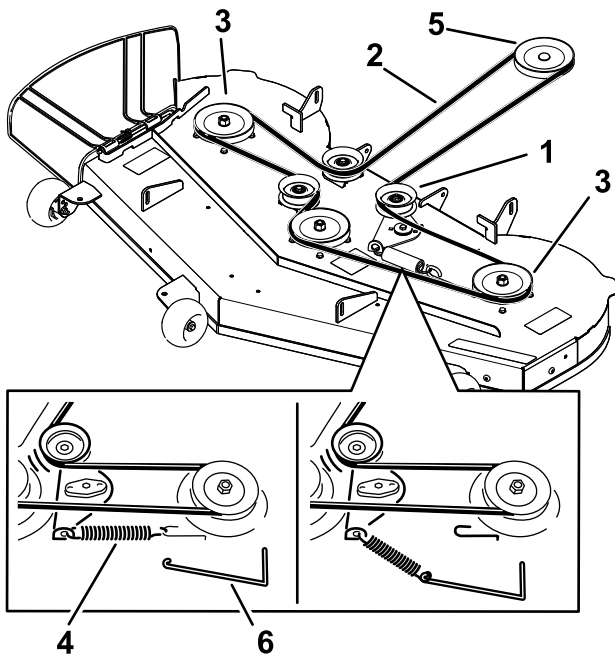

Figura 52
6. Usando una herramienta para la retirada de muelles (Pieza Toro N° 92-5771), retire el muelle tensor del gancho de la carcasa para eliminar la tensión de la polea tensora, y retire la correa de las poleas (Figura 52).
7. Pase la correa nueva alrededor de las poleas del motor y del cortacésped (Figura 52).
8. Usando una herramienta para la retirada de muelles (Pieza Toro N.º 92-5771), instale el muelle tensor sobre el gancho de la carcasa y tense la polea tensora y la correa (Figura 52).